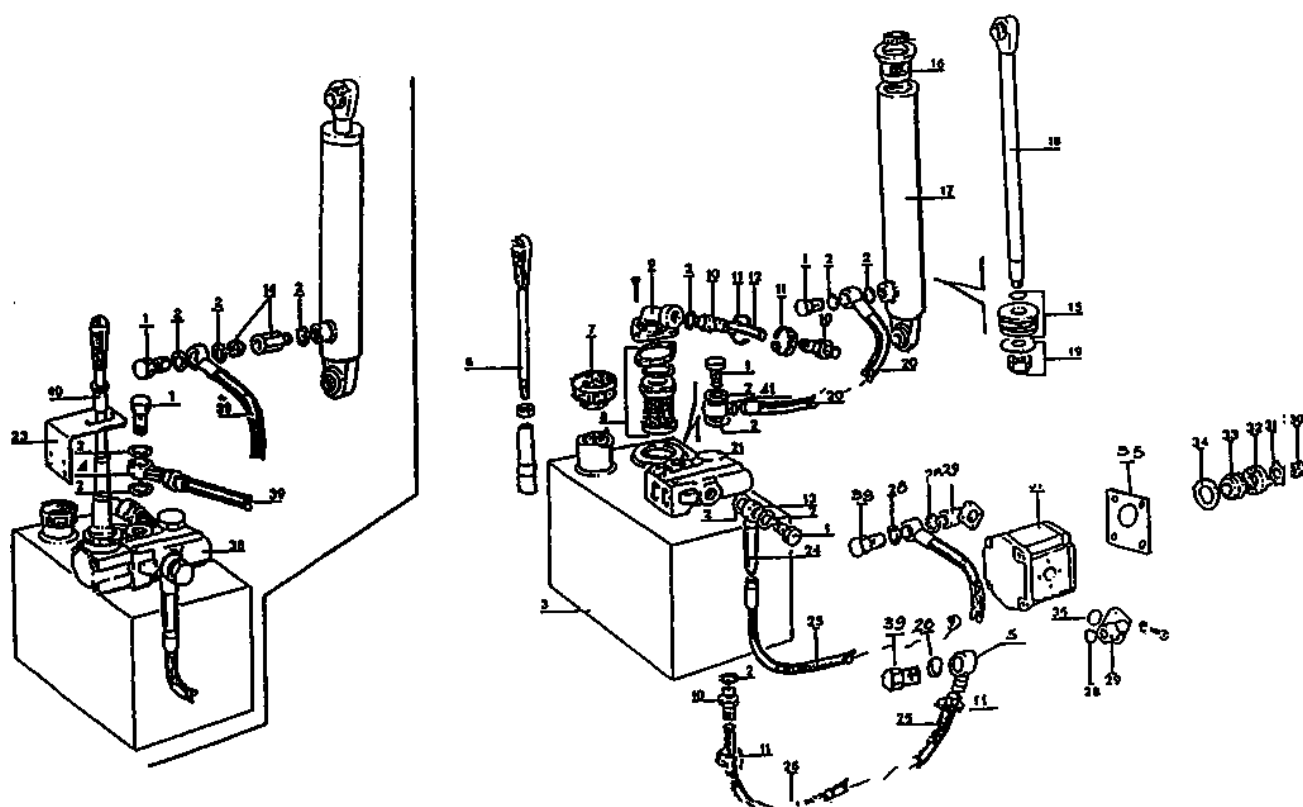

Рис. 5. Гидропривод
2. Бачок под масло (для гидравлической системы (см.рис.5);